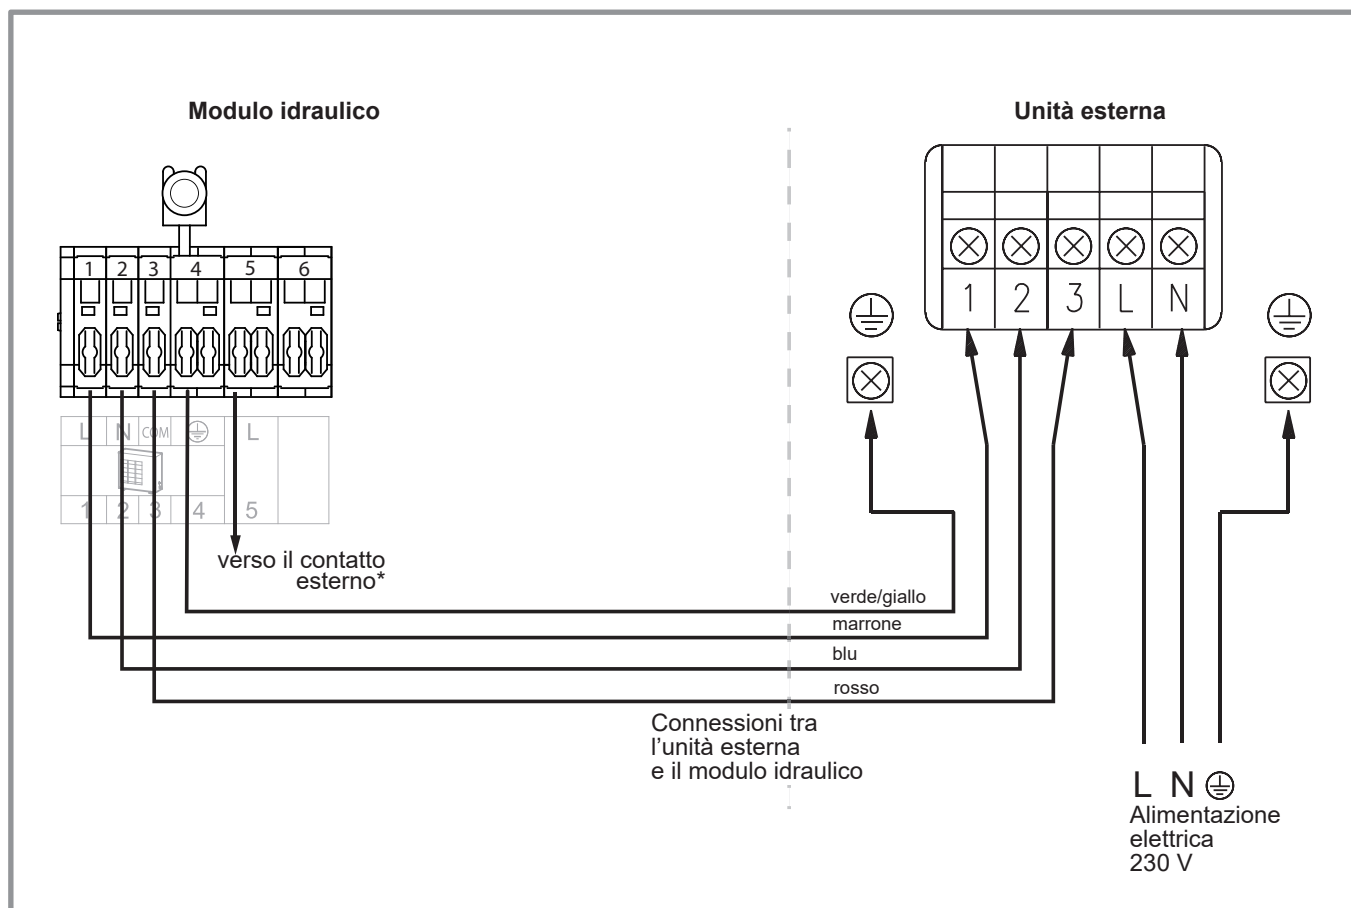

figura 39 - Collegamento ai morsetti e relè di potenza
- Effettuare i collegamenti come indicato nelle figure figura 39 e figura 40).